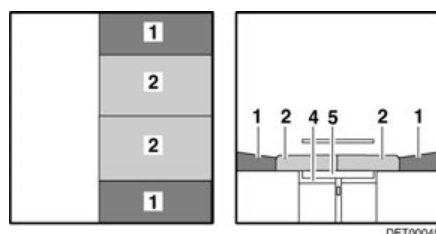

Fig. 109 Après la transformation
- Tirer les coussins d'assise (Fig. 109,2) vers le centre.
- Placer les coussins de dossier (Fig. 109,1) entre les coussins d'assise et la cloison.
- ▷ Suivant le modèle, il faut installer un coussin supplémentaire à la place du second coussin de dossier (Fig. 109,1).